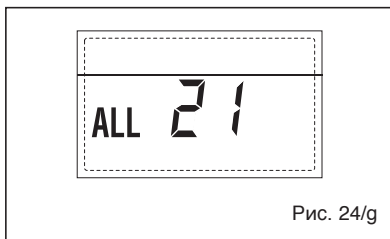

Рис. 24/г
– СРАБАТЫВАНИЕ ПРЕДОХРАНИТЕЛЬНОГО ТЕРМОСТАТА ВТОРОЙ СМЕШАННОЙ ЗОНЫ “ТРЕВ 22” (рис. 24/г)